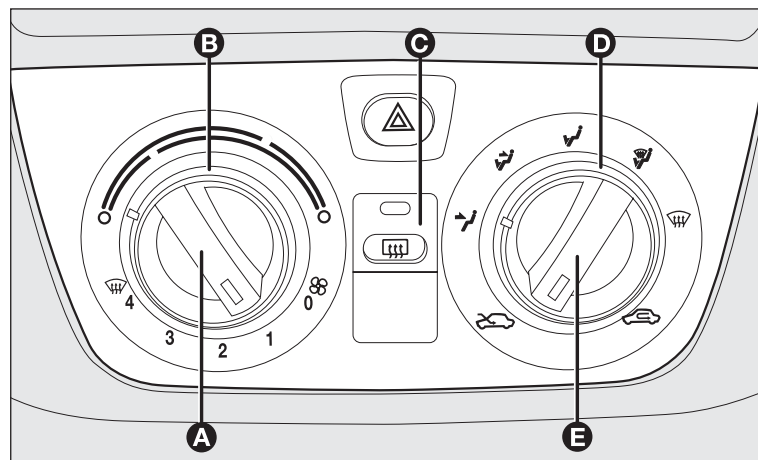

fig. 63
COMMANDES fig. 63
La bague tournante **D-fig. 63** permet à l'air introduit à l'intérieur de la voiture d'atteindre toutes les zones de l'habitacle selon 5 possibilité de choix:
Tourner la bague tournante **B-fig. 63** à droite (index sur la zone rouge) pour augmenter la température ou à gauche pour la diminuer.
- ☐ placer la bague tournante **B-fig.63** sur la zone bleue;
- ☐ tourner la bague tournante **B**-fig. 63 sur la zone rouge;
- ☐ désactiver le recyclage d'air intérieur en plaçant la manette **E**-fig. 63 sur .
Appuyer sur le bouton **C**-fig. 63 pour activer cette fonction: lors de l'enclenchement de la fonction, celle-ci est mise en évidence par l'allumage du voyant sur le bouton même.